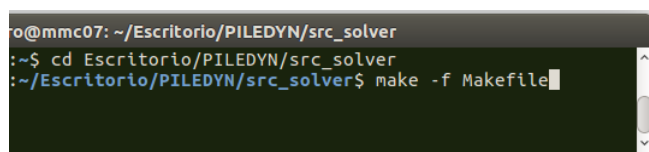

Figura 15: Comando para instalar "PILELYN_solver" (entorno Unix).
2. Cambie al directorio "src_solver", dentro de PILEDYN, si no está ya en ese directorio. Ejecute el comando "make -f Makefile". Espere a que termine de compilar (Figura 15).